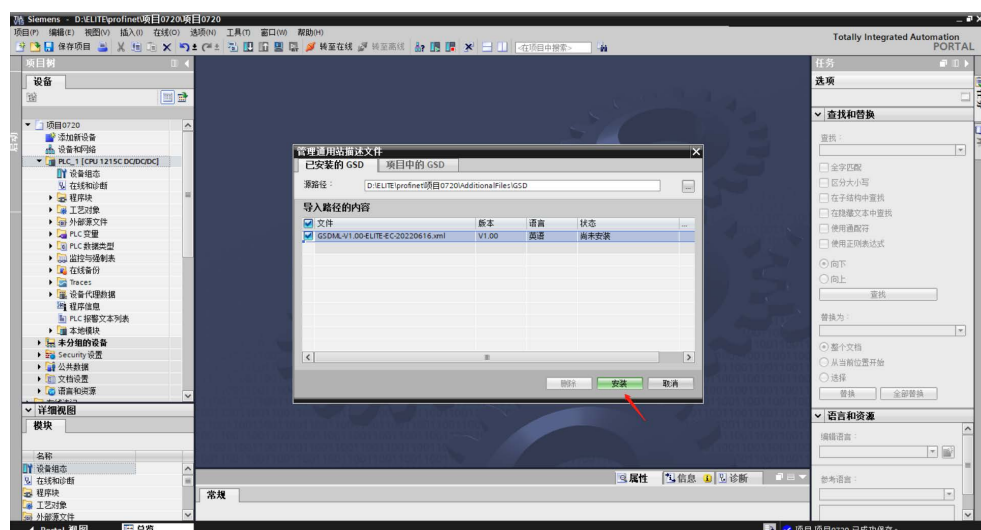

图 3-2：安装 GSD 文件
1. 将艾利特机器人的 GSD 文件安装到 TIA PORTAL 中管理通用栈，如图 3-2 所示。